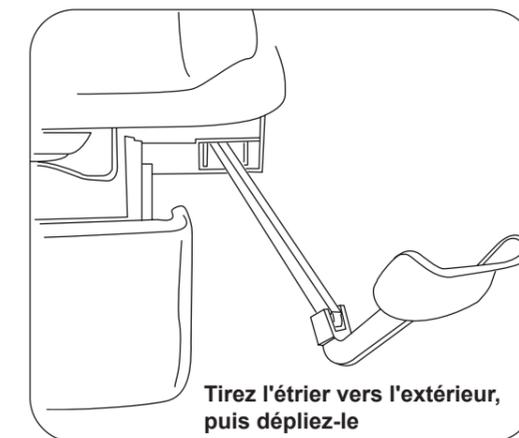

Figure 13. Fonctionnement des étriers
1. Pour actionner les étriers, saisissez-les par leur extrémité et tirez-les hors de la table. Soulevez-les légèrement tout en les faisant glisser (Figure 13).